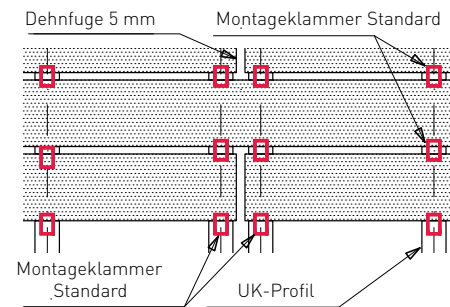

Abb. 6 Verbindung der Terrassendielen mit der Montageklammer „Standard“
- Siehe Tabelle 2 und Abb. 6 und 7.